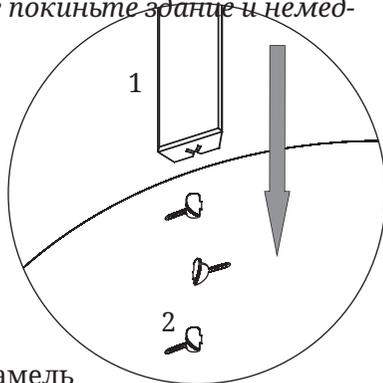

Рисунок 6. Крепление ламелей на печь
До навешивания ламелей нужно снять верхнюю рамку с кожуха печи. Процесс крепления ламелей (3) на печь предельно прост. На кожухе печи имеются отогнутые металлические «лепестки» (2), на которые, как по направляющим, сверху вниз вставляются ламели (рисунок 6).